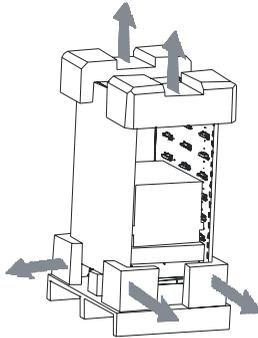

Abb. 2
2. Entfernen Sie den Schaumstoff von der Einheit (siehe Abb. 2); Entfernen Sie die Plastikummhüllung;